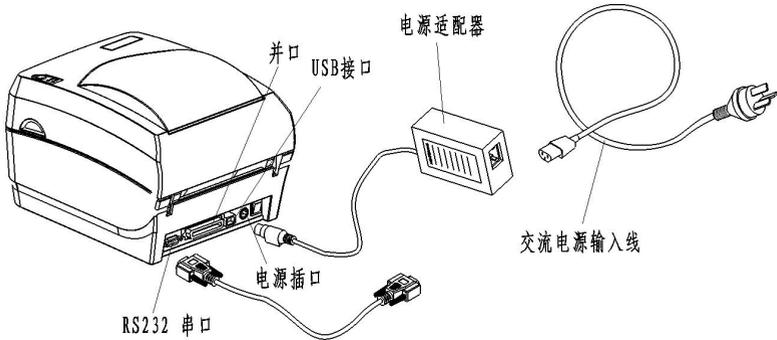

图 1.5
- 2) 如图1.5，将通讯电缆插入相配的接口内，并用插头的螺丝钉或卡簧固定；